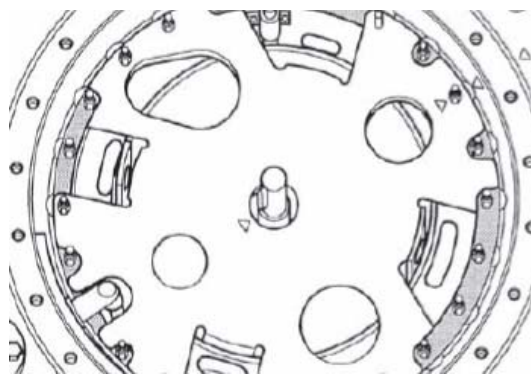

图 40
- 3.切换开关芯子上支撑板上和分接开关头上的校正标记(红三角)(图40)一定要相互对正。